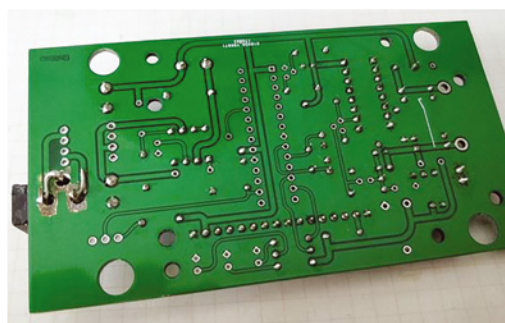

Fig. 5
- Ho dimenticato di controllare le dimensioni e la forma delle piazzole del connettore di alimentazione J1. Se utilizzate lo stesso modello che ho utilizzato io, dovreste rielaborare un po' la scheda con un utensile tipo Dremel (**Fig. 5**). Poiché il connettore non è più fissato correttamente dai terminali saldati, l'ho incollato alla scheda (dopo averlo saldato).